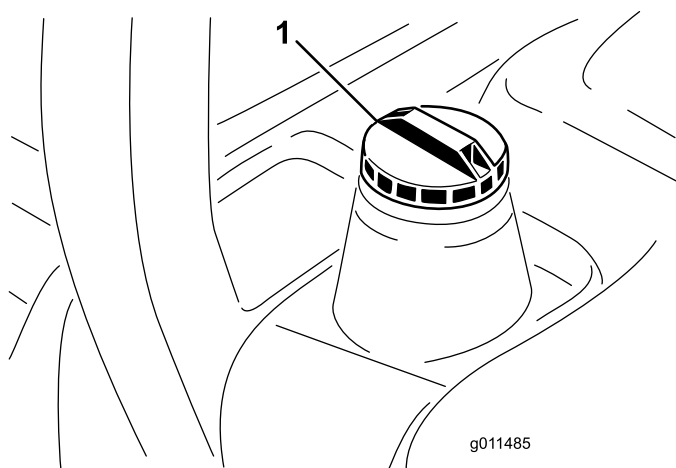

Figure 11
3. Retirez le bouchon du réservoir de carburant (Figure 11).